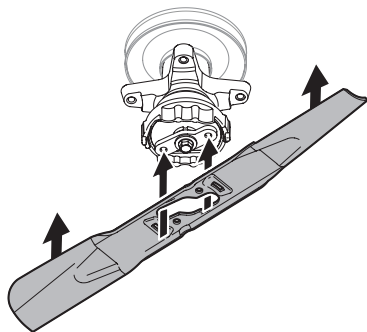

Figure 48
3. Placez la lame sous la fusée et alignez l'ouverture au centre de la lame dans le support de retenue. Voir Figure 48.